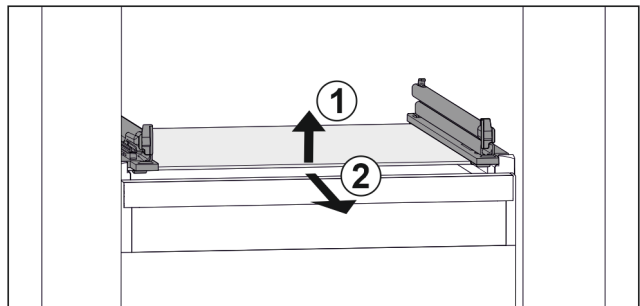

Fig. 108 Приблизне відображення скляної пластини
- ▶ Підняти скляну пластину спереду. Fig. 108 (1)
- ▶ Вийняти скляну пластину рухом вперед. Fig. 108 (2)